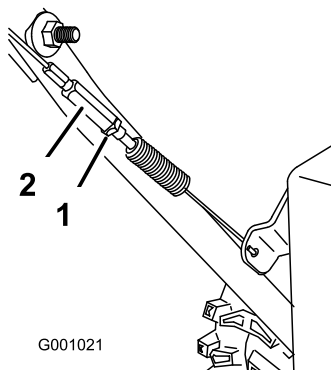

Figure 43
3. Resserrez l'écrou de blocage (Figure 43).